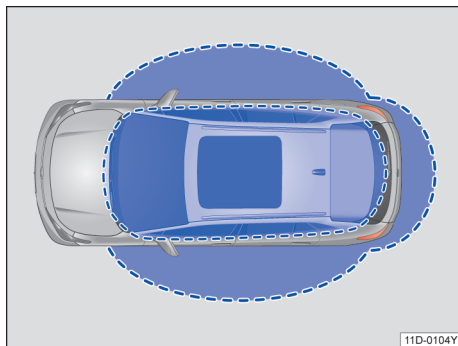
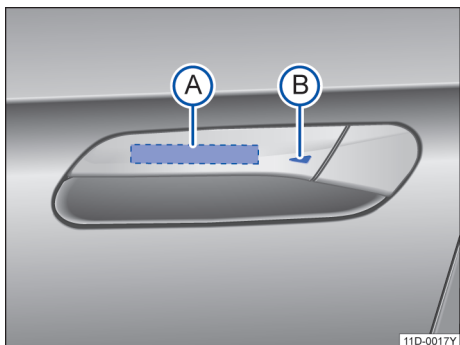

图 43 无钥匙进入闭锁/启动系统：工作范围
图 44 无钥匙系统 Kessy：车门拉手上的传感区
Kessy 是一种无钥匙系统，它可以实现在不操作遥控钥匙的情况下解锁或锁止汽车。操作者只需随身携带一把有效遥控钥匙，并处于车门或行李厢盖的有效感应区域内→图 43，同时触摸车门拉手上的传感区之一→图 44 或按压行李厢盖上的按钮即可实现。
如果有一把有效遥控钥匙在有效感应区域→图 43 内，则无钥匙系统 Kessy 会将访问权限授予该钥匙。紧接着可以在不主动操作遥控钥匙的情况下执行以下功能：
- 按压→图 44(A)解锁 Kessy。
- 触摸车门拉手上的传感区 →图 44(B)一次。汽车锁止。
如果在行李厢盖的有效感应区域→图 43 有一把有效的遥控钥匙。
- 要便捷关闭所有电动车窗和天窗，请用手指按住车门拉手上的传感区→图 44(B)几秒钟。
- 松开传感区→图 44(B)即可中断该功能。如果在松开车门拉手上的传感区→图 44(B)后立即将手放入(A)内，则所有车窗停在原位置（安全功能）(A)→第 58 页。